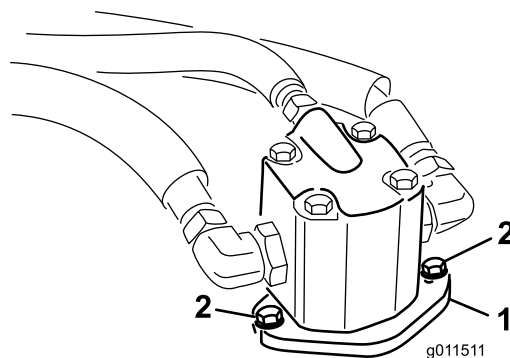

Рисунок 116
4. Выверните болты крепления гидроцилиндра к деке газонокосилки (Рисунок 116).